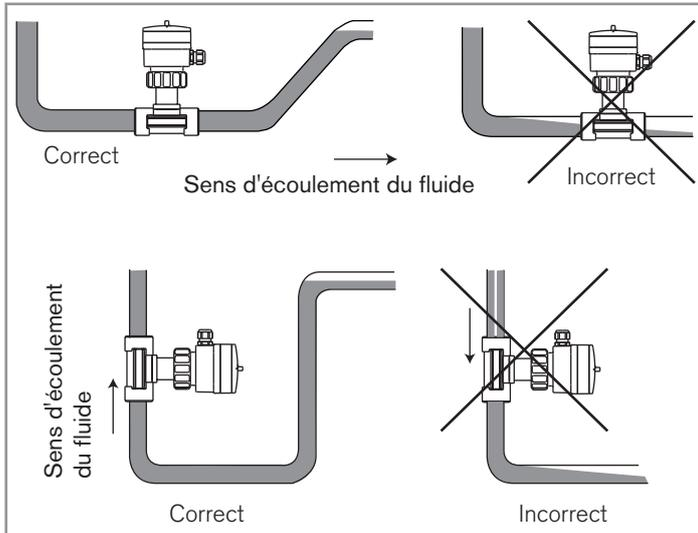

Fig. 7: Remplissage du tuyau au niveau de l'appareil de mesure
- Remplir le tuyau au niveau de l'appareil de mesure (voir Fig. 7).